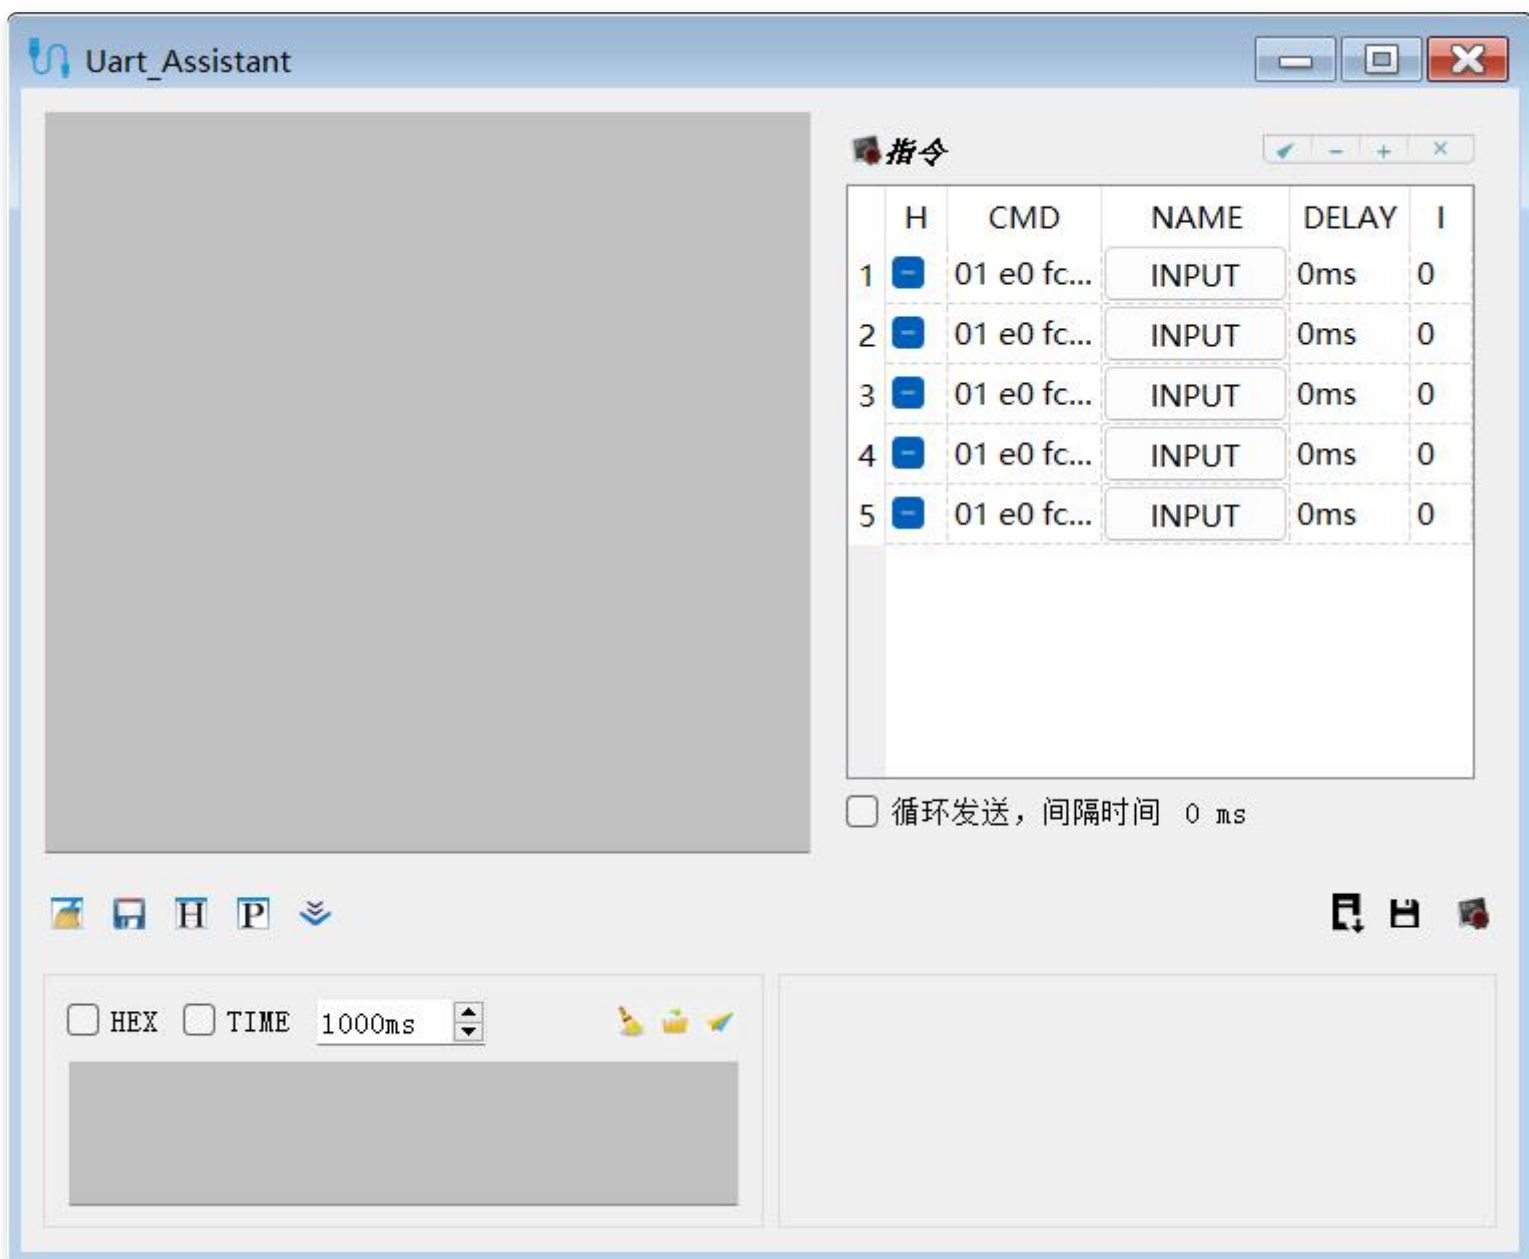

图4-1 串口助手
- 如图4-1所示,点击串口助手唤出子窗口，此模块可以用来接收串口log打印，发送指令进行调试，以及做一些需要循环发送指令的压力测试，串口的参数设置及开关需要在串口设置中操作。